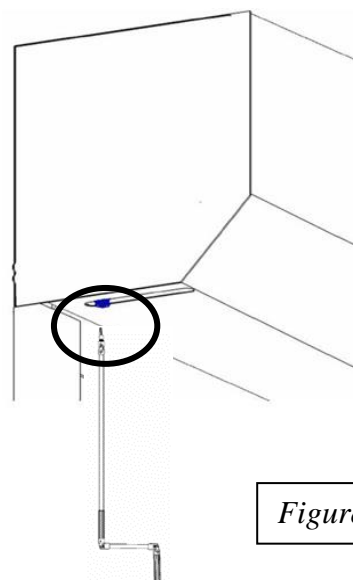

Figure 3
- Vous disposez d'une sortie de secours dans laquelle vous pouvez engager la manivelle de secours, tige fixée au moteur (Figure 3)